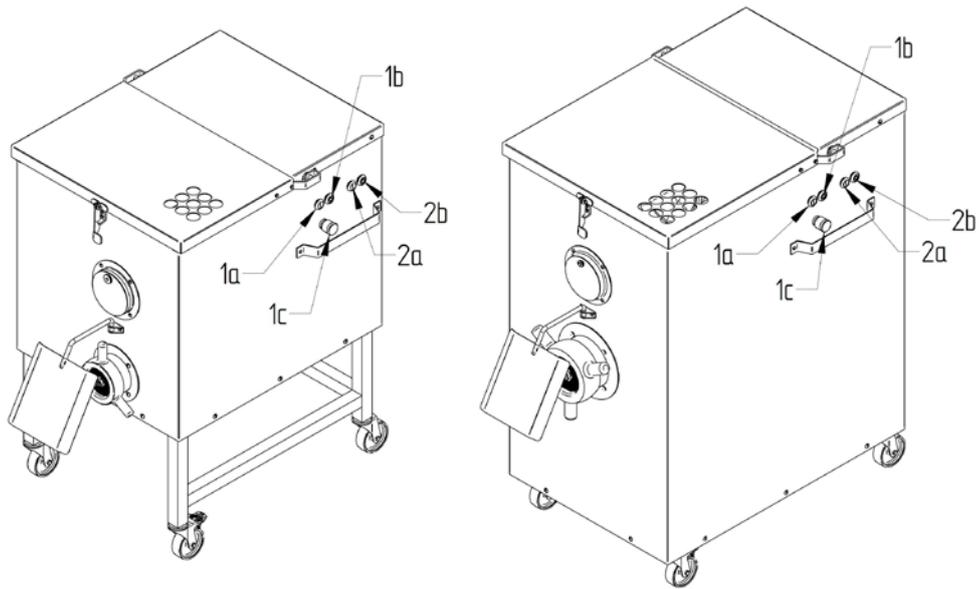

Рисунок 1
В модели LM-32A, LM-98A, LM-42A и LM-130A кнопки ПУСК/СТОП для двигателя волчка (Рисунок 1: № 1а, 1б) и для двигателя смесителя (№ 2а, 2б), а также аварийная кнопка выключения (№ 1с) находятся с левой стороны машины. Кнопка Пуск снабжена выключателем низкого напряжения для предотвращения непроизвольного включения машины после остановки машины из-за отключения электричества.
1. **ОСТАНОВИТЕ** машину нажав на черную кнопку Стоп (Рисунок 1, № 1b).
При условии, что все требования, указанные в разделе 5.1.2 соблюдены, мясорубка включается нажатием на белую кнопку Пуск (Рисунок 1, № 1a). Двигатель смесителя включается нажатием второй белой кнопки Пуск (№ 2a).
Мясорубка может быть остановлена нажатием на черную кнопку Стоп. (Рисунок 1, № 1b), а двигатель смесителя нажатием кнопки №2b. **В случае необходимости мясорубка останавливается** нажатием на **КНОПКУ АВАРИЙНОЙ ОСТАНОВКИ** (Рисунок 1, № 1c). Машина также снабжена выключателем низкого напряжения для предотвращения непроизвольного включения машины после остановки машины из-за временного отключения электричества.